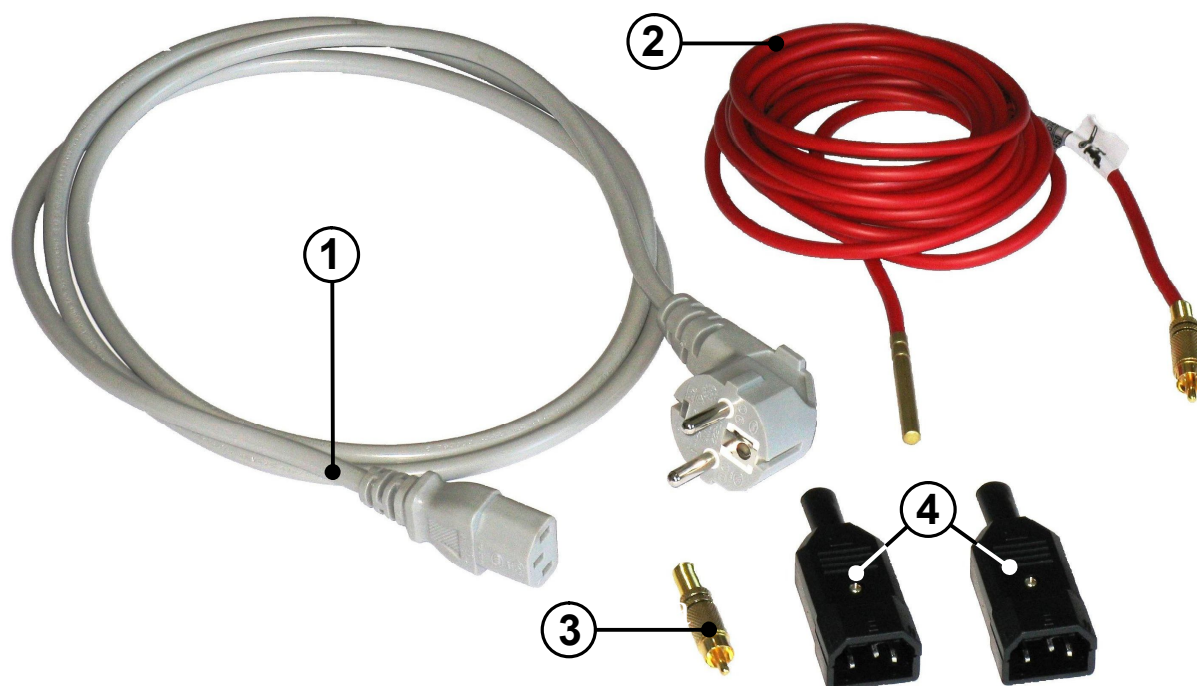
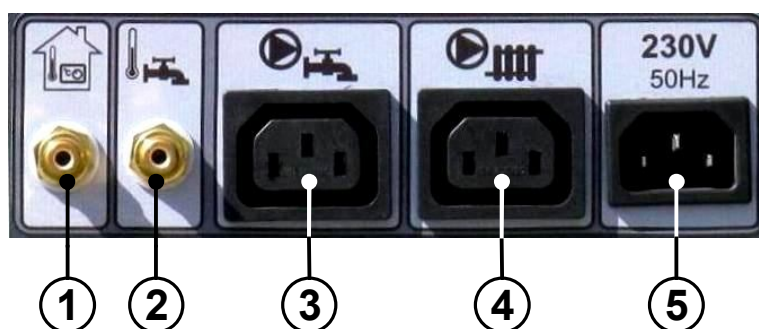

Рис.2.Добавочные аксессуары.
Рис.3.Розетки –со стороны пульта управления..
На рис.3. указана нижняя стенка пульта управления, в которой смонтированы розетки служащие к подключению:
Подключение котла к электрооборудованию сводится к размещению одного конца шнура питания (рис.2) ① к розетке означенной 230V~50Hz находящейся в корпусе пульта управления (рис.3). ⑤ Второй, окончен вилкой, вложить в розетку электрооборудования.
Насос оборудования с.о. подключить к розетке ④ (рис.3) кабелем с разрезом не меньше, чем $3 \times 0,75 \text{ mm}^2$. Кабель насоса надо окончить компьютерным штепселем (рис.2). ④
Насос оборудования с.в.и. подключить к розетке (③ рис.3) кабелем с разрезом не меньше, чем $3 \times 0,75 \text{ mm}^2$. Кабель насоса надо окончить компьютерным штепселем (рис.2). ④ Температурный датчик ②
бойлера с.в.и. необходимо подключить к выходу (рис.3).
Комнатный термостат подключается к розетке ① (рис.3) окончая ③
кабель штепселем RCA (рис.2) прикрепленным к котлу. Способ действия пульта управления при совместной работе с комнатным термостатом описан в инструкции контроллера PLUM ecoMAX 200.